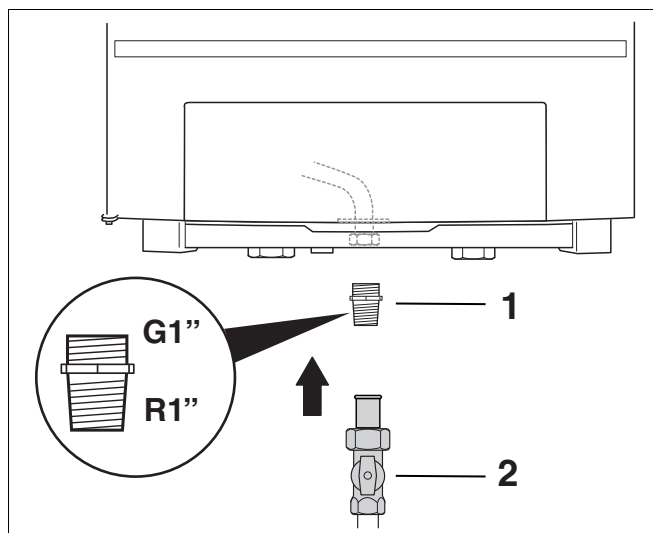

Fig. 14 Etablering af gastilslutning
Til montering af gashanen kræves der en tilslutning til gashane 1" (fig. 14, pos. 1). Se adressen på bagsiden af dette dokument for at bestille denne tilslutning.
- Montering af tilslutning til gashane 1" (tilbehør) (fig. 14, pos. 1).
- Installér gashanen (fig. 14, pos. 2) i gastilførselsledningen (GAS). Brug en gashane med den minimale diameter på "1".